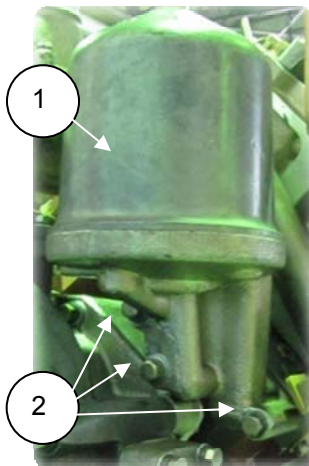

Рис. 2.24
1. Снять маслоочиститель центробежный (1) (840.1028010), отвернув 3 болта его крепления М10 (2) (S=14) (рис. 2.24).